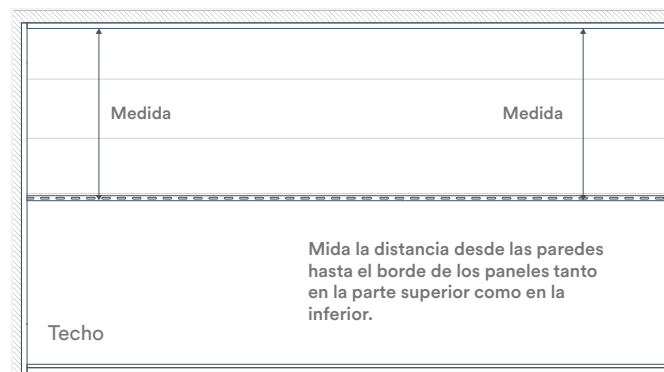

Fig. 22
7. Revise periódicamente la instalación para asegurarse de que los paneles sigan instalados en filas rectas y uniformes. Para ello, mida la distancia desde la pared hasta el borde de los paneles en ambos extremos del panel. Si ambas medidas son idénticas, la instalación está correctamente alineada. Si las medidas son desiguales, deberá corregir la posición de los paneles (Fig. 22).